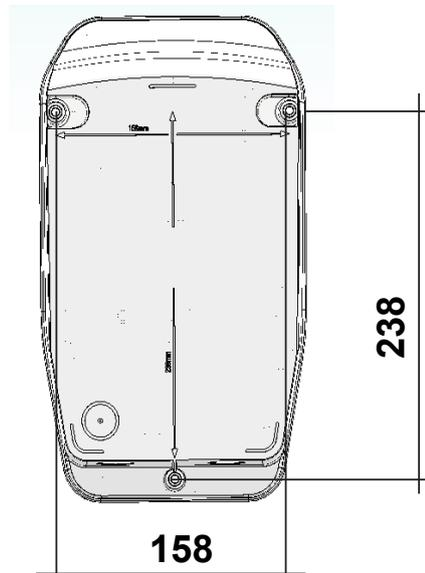

Figura 12: Instalación, paso 2.
2.- Marcar 3 agujeros teniendo en cuenta las medidas de la **Figura 12** (escritas en la cara posterior de la caja).